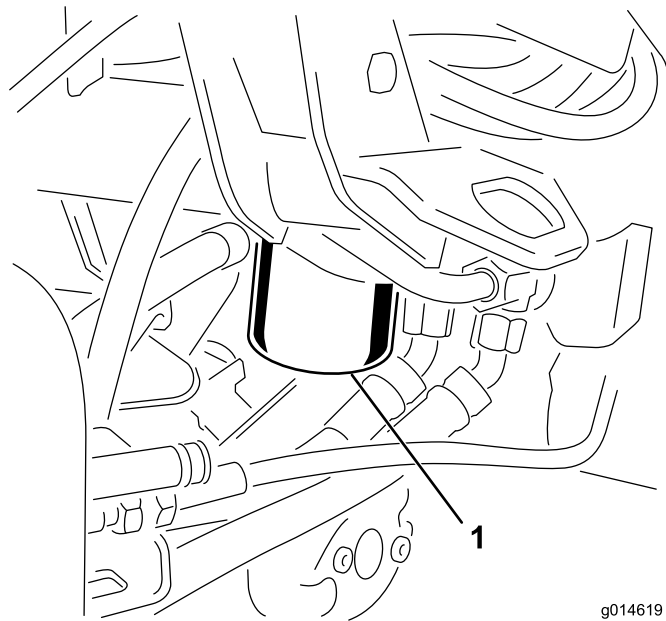

Figura 47
1. Pulite la superficie circostante il filtro (Figura 47). Collocate una bacinella di spurgo sotto il filtro e togliete il filtro.